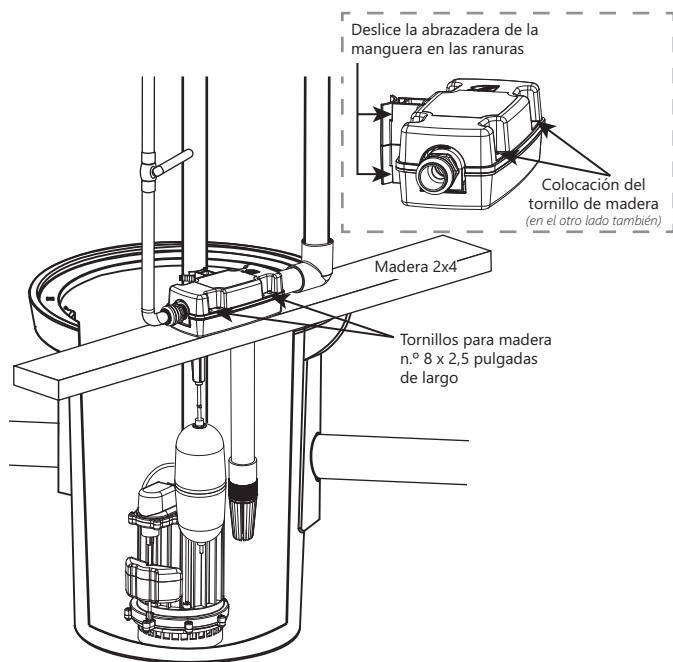
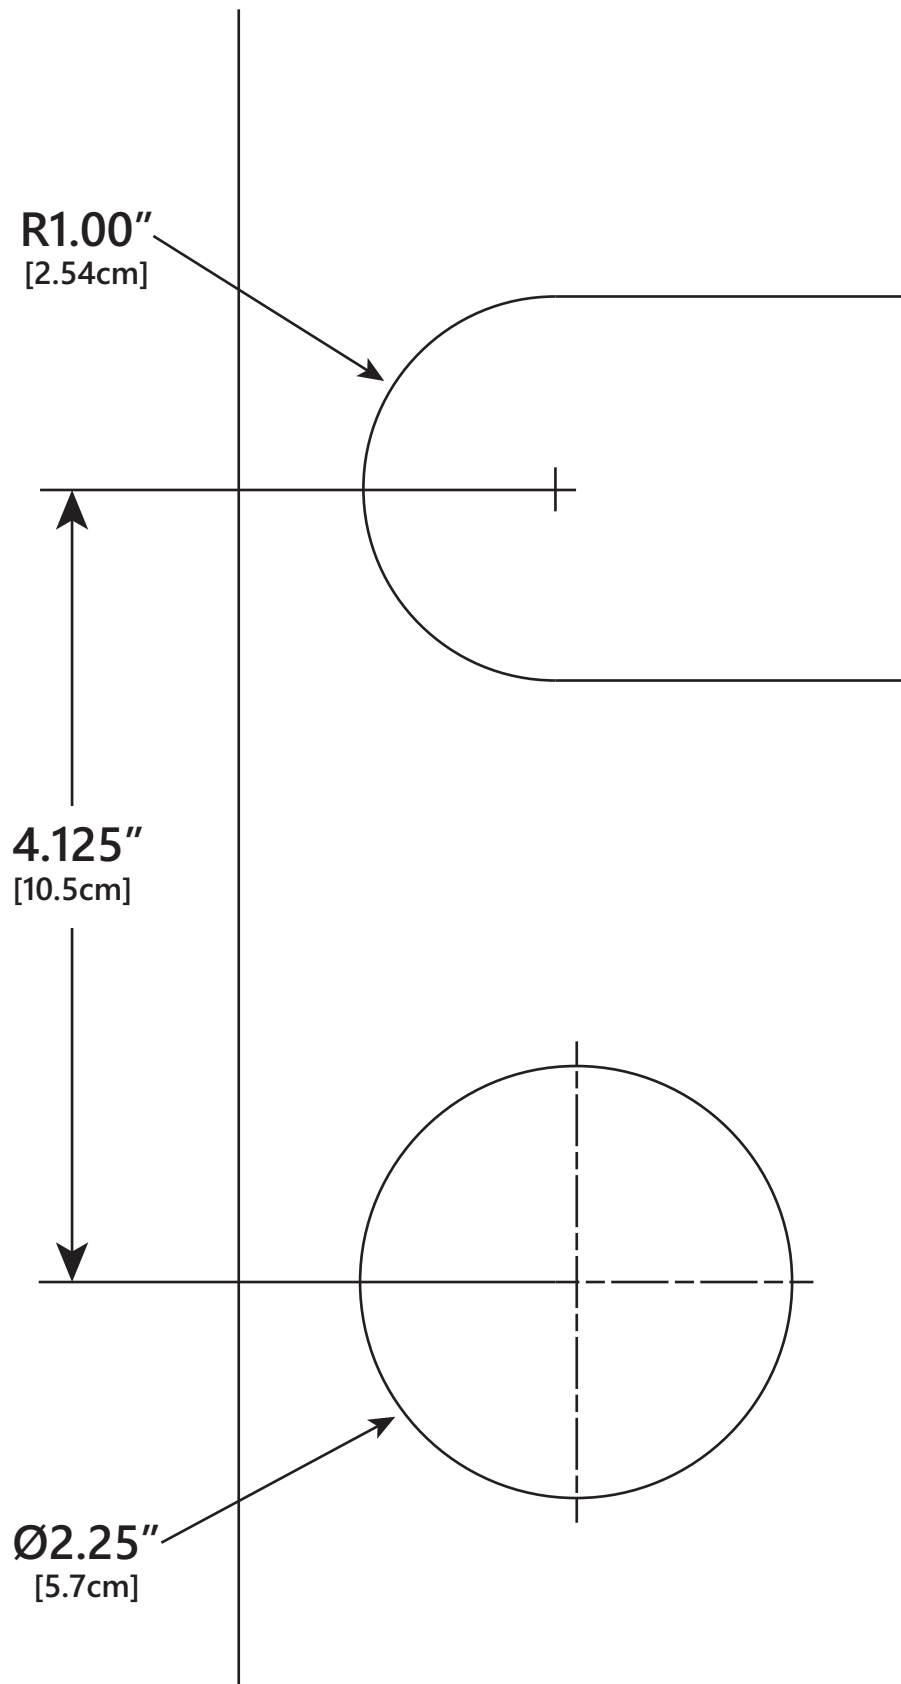

Figura 3. Instalación alternativa de SumpJet
Figura 4. Sumplet plantilla de orificios
9. Si se debe cubrir el sumidero, será necesario agregar orificios y ranuras adicionales para acceder al tubo de succión y la varilla flotante de SumpJet. Consulte la plantilla provista en la Figura 4.
10. Si el SumpJet no se puede montar en la tubería de descarga de la bomba de sumidero principal, se puede usar una pieza de madera para montar el SumpJet. Corte los agujeros según la Figura 4. Hay cuatro orificios para tornillos para sujetar el SumpJet a la madera. Use tornillos para madera n.º 8 x 2,5" de largo. Consulte la Figura 3.